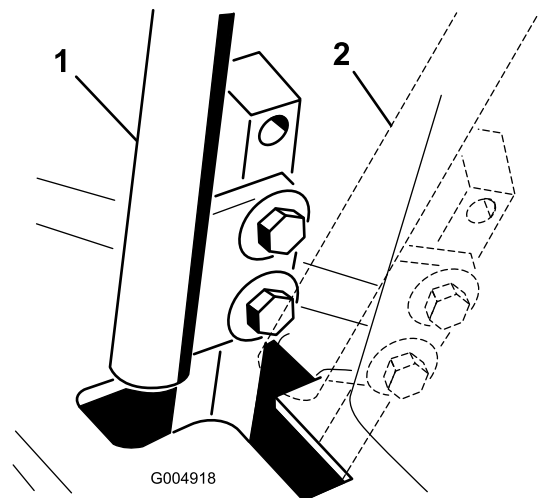

Bild 64
4. Schieben Sie einen der Hebel in die neutrale, jedoch **nicht gesperrte** Stellung (Bild 64).
6. Prüfen Sie, dass der Fahrtriabshebel relativ zur Kerbe im Armaturen Brett ist (Bild 64). Er sollte zentriert sein, so dass der Hebel nach außen in die gesperrte Neutralstellung gedreht werden kann.